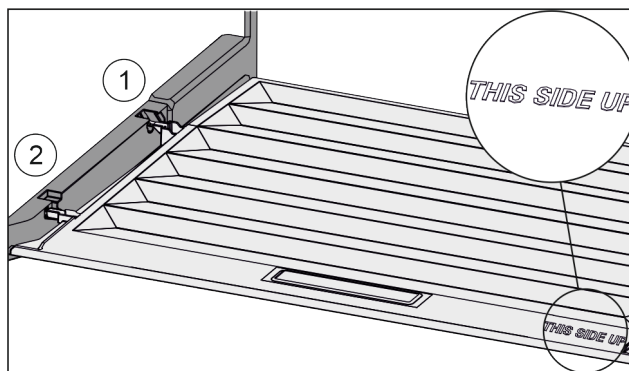

Fig. 74
- ▶ Prečke poklopca uvedite preko otvora stražnjeg držača Fig. 74 (1) i uglavite ih u držač Fig. 74 (2).